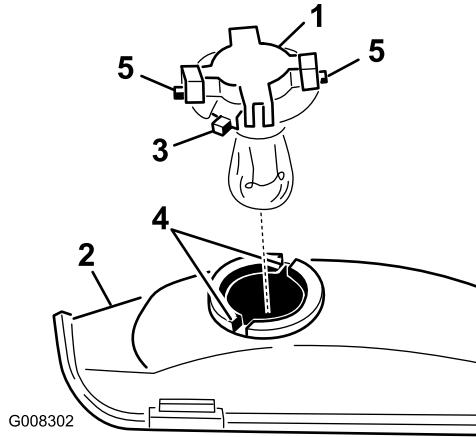

Figura 31
7. Gire el portalámparas 1/4 de giro en sentido contrario a las agujas del reloj y retírelo del reflector (Figura 31).